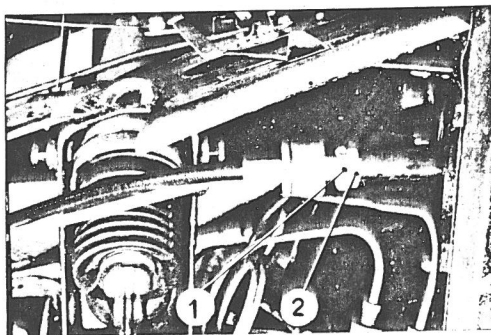

Fig. 20.
- 17. Aftag afskærmningspladen ved forreste venstre affjedringsmekanisme. Fjern "håndbremsekablet" fra den mekaniske bremse efter at kontramøtrikken (1) fig. 20 og justermøtrikken (2) er helt løsnet.